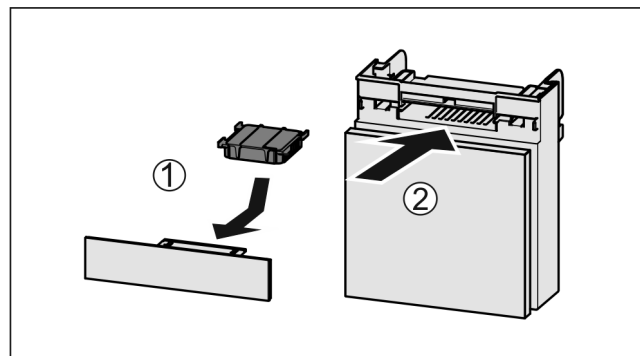

Fig. 92
- ▶ Поставете Fig. 92 (1) филтъра с активен въглен, както е показано на фигурата.
- ▶ Вкарайте Fig. 92 (2) отделението.